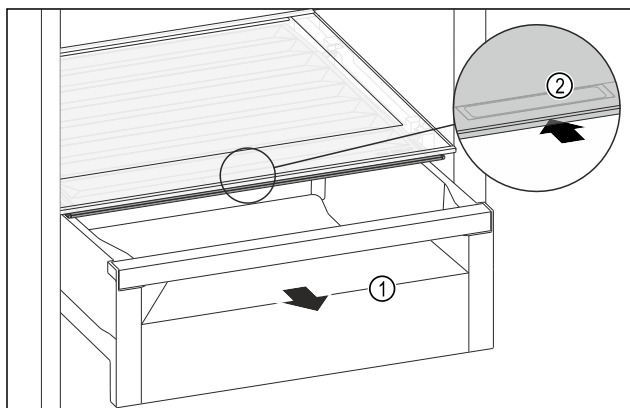

Fig. 138
- ▶ Izvlecite predal Fig. 138 (1).
- ▶ Primate prijemalno vdolbino Fig. 138 (2) na pokrovu predala in pokrov predala istočasno potisnite nazaj.